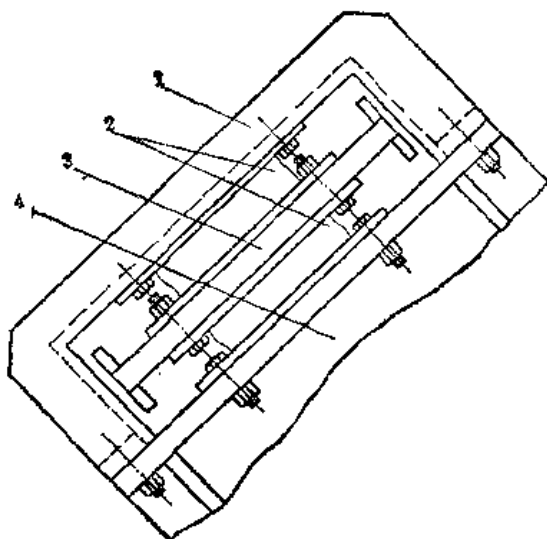

图8-9-5 剪切弹簧
(2) 剪切弹簧 (图8-9-5)
① 卸下框架1与支腿4间联接螺栓。
② 卸下框架上与上剪切弹簧2之间联接螺栓和定位销，取下框架1。
③ 垫稳承载体，卸下固定剪切弹簧的所有联接螺栓和定位销，取出上下弹簧2。
(3) 减振弹簧 若更换一端的减振弹簧，在该侧设置千斤顶，将减振体顶起，即可取出和更换